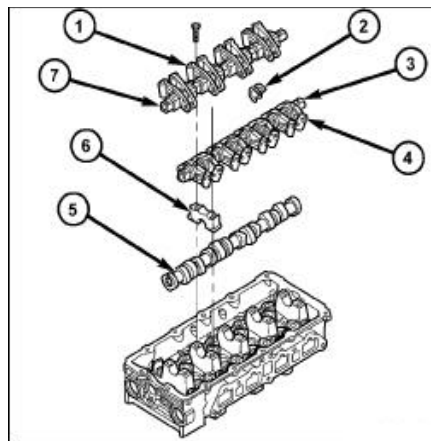

图 51 摇臂轴/液压挺柱/凸轮轴
(3) 拆卸摇臂轴/凸轮轴轴承盖螺栓和中心螺栓。
(4) 拆卸摇臂轴/摇臂总成(图. 51)。